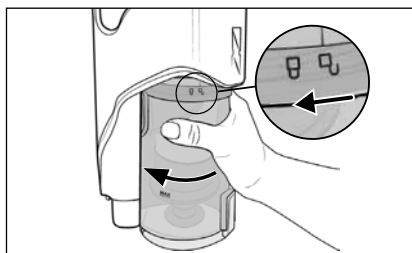

Fig. 19
- 2) Para desmontar el depósito de polvo **7** del aparato, gírelo hacia el símbolo  hasta que pueda retirarse del aparato (consulte la fig. 19).